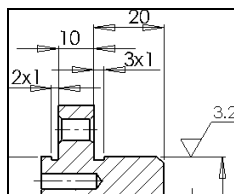

图 9-170 添加表面粗糙度符号
- 02 在图纸区域中拖动光标指针预览效果至需要添加标注的位置，单击鼠标左键放置符号，单击  【确定】按钮，生成表面粗糙度符号，如图 9-170 所示。